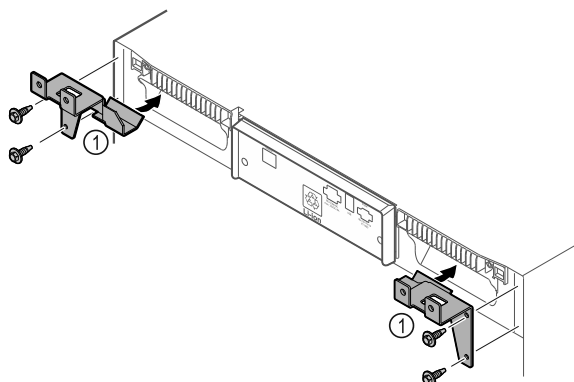

Fig. 49
- Přídržné díly Fig. 49 (1) namontujte na spotřebič pomocí samořezných šroubů.